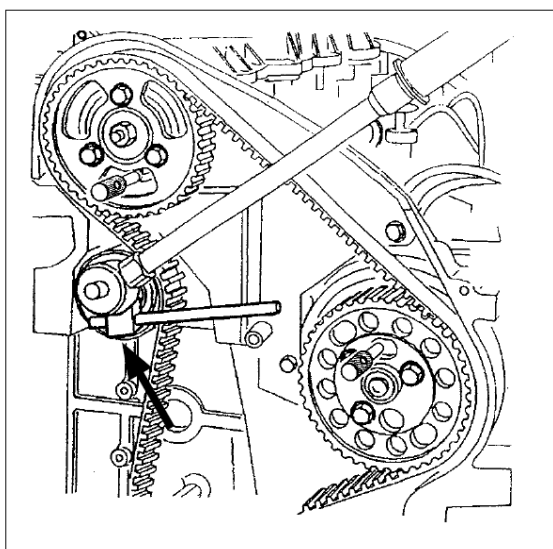

Fig. 2
- Ésta es necesaria para girar el tensor y mantenerlo en su lugar mientras apretamos el tornillo central (23 Nm)(Fig. 2).